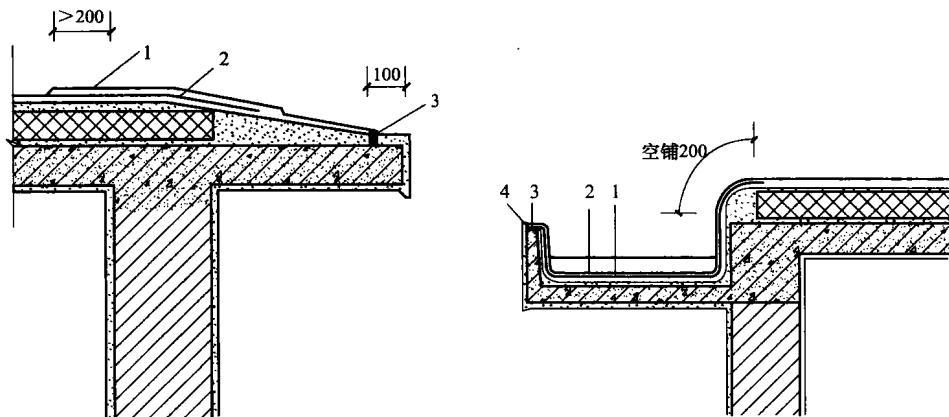

图 1-9 无组织排水檐口构造
1) 檐口防水构造。常用的檐口防水构造是无组织排水檐口防水构造，卷材、涂膜收头要压入凹槽，并用水泥钉固定，必要时可加压条，收头部位要用密封材料封口，涂料采用多遍涂刷密封，水泥钉离檐口边 80mm。构造如图 1-9 所示。